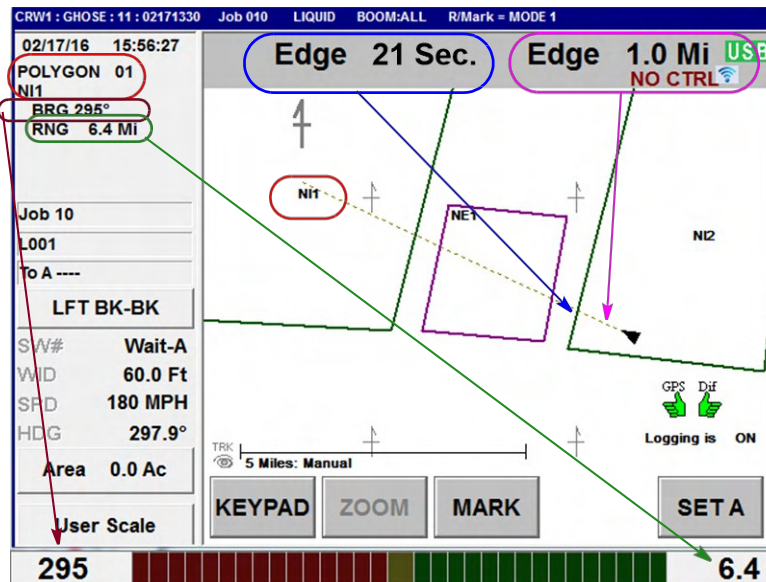

Figura 7-8: Bajo guía al polígono 01/NI1, bearing 295°, a una distancia de 6.4 mi
- El panel de datos muestra "POLYGON", el número y nombre del polígono (01 y NI1 en la Figura 7-8) y los valores de rumbo y rango al polígono.